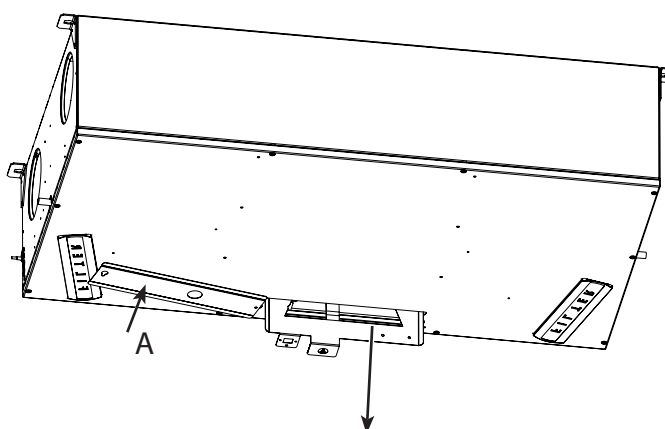

Fig. 22
Den indbyggede styreenhed byder på forskellige muligheder for at tilslutte yderligere eksternt udstyr. For at få adgang til styreenheden skal du åbne printdækslet (A) på enheden ved at dreje det hele vejen rundt som vist i fig. 22.